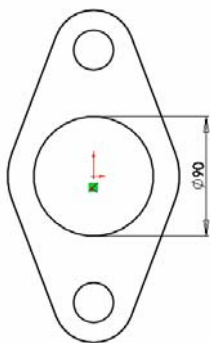

图 4-37 轴套草图
⑫ 绘制圆。选择上面完成的底板上表面，单击草图绘制按钮，新建一张草图。单击工具按钮，使绘图平面转为正视方向。单击工具栏中的圆按钮，以系统坐标原点为圆心绘制一个直径为 90mm 的圆如图 4-37 所示。